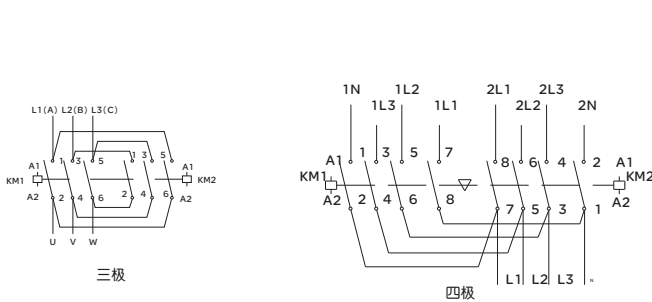
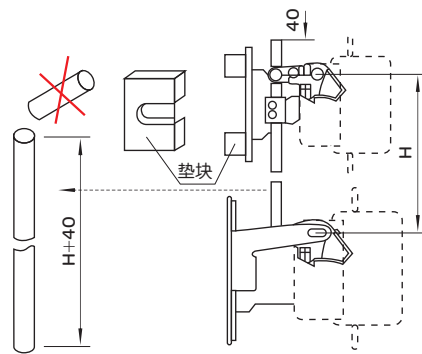

图3 可逆接触器的联接板连接图
图4 垂直安装的可逆接触器
- a.机械联锁机构和两台CJX2接触器组成联锁产品时，联接板的连接方式(见图3)，可水平安装，也可垂直安装。垂直安装时，电流小的安装在上方。安装后，在连杆长度达到H+40时，可截去其上部长出部分(见图4)；
- b.CJX2s-115-225和CJX2-265-630及机械联锁机构机构组成垂直安装的联锁产品时，须在CJX2s-115-225下加垫块(见图4)。